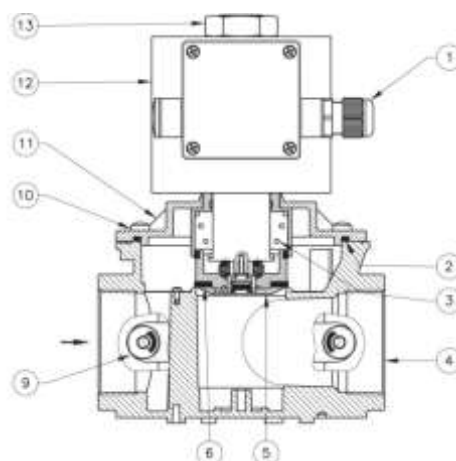

Рис. 2
Клапан рис. 2 состоит из: электрический коннектор (1); верхнее уплотнительное кольцо (2); пружина запирающего механизма (3); корпус (4); затвор (5); уплотняющая прокладка (6); штуцер для отбора давления (9); винты крепления крышки (10); крышка (11); электромагнитная катушка (12); гайка крепления электромагнитной катушки (13).